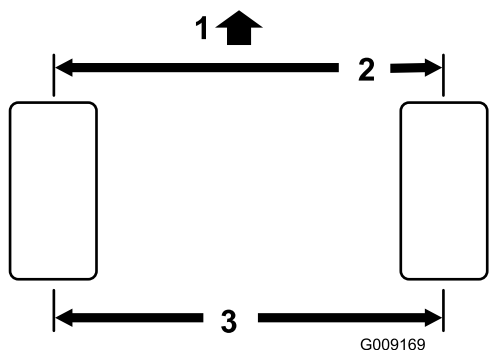

Figura 57
2. Mida la distancia entre centros (a la altura del eje) en la parte delantera y trasera de los neumáticos de dirección (Figura 57).